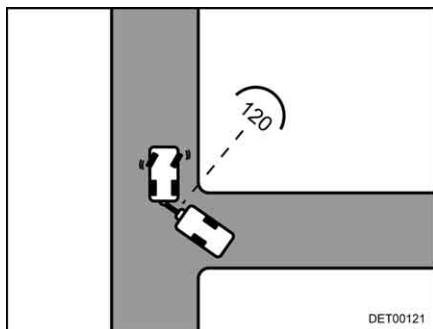

Fig. 20 Svoltata all'incrocio
- Appena entrambi i veicoli si trovano ad un angolo di ca. 120° l'uno rispetto l'altro, fermarsi (Fig. 20).